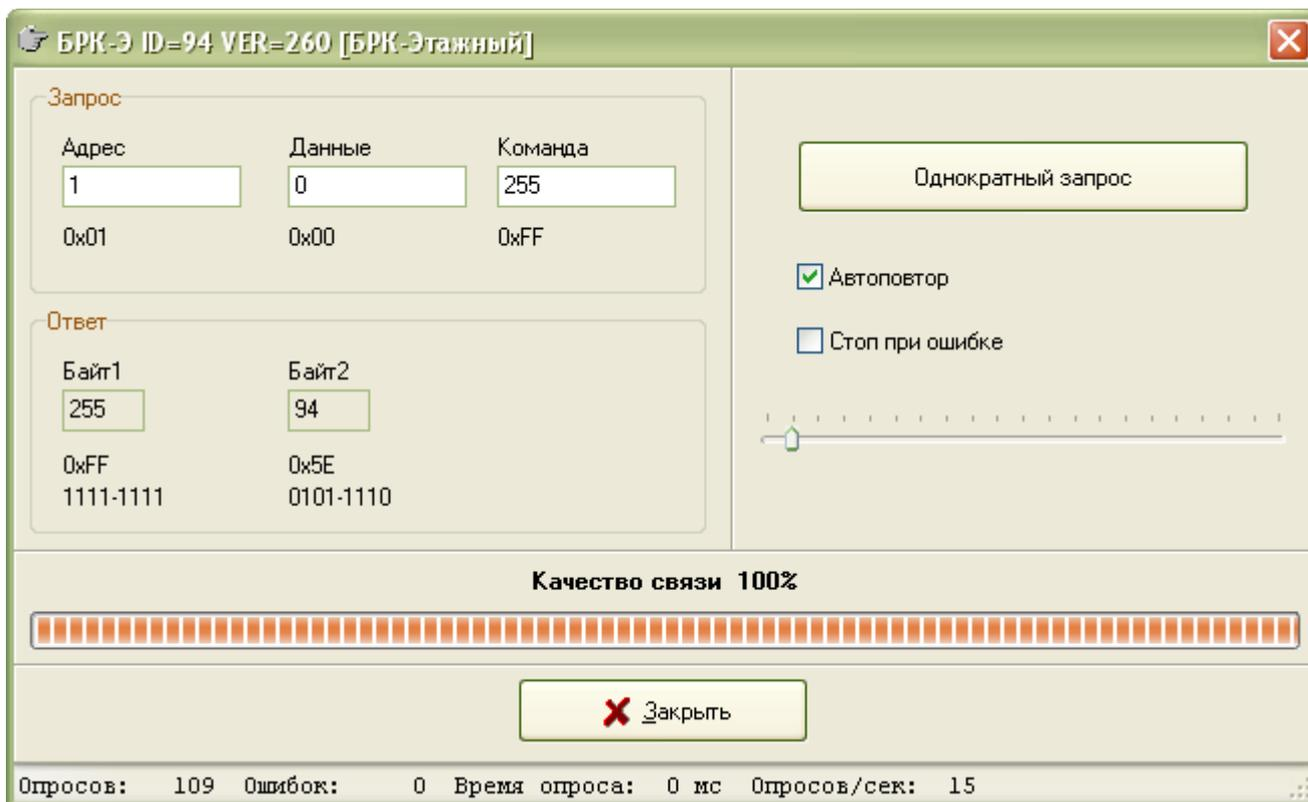

Рисунок 8 - Проверка качества связи
2) Выбрать в таблице требуемый БПК-Э и проверить качество связи с ним, выполнив команду «Ручной», команда 255, режим «Автоповтор» (рисунок 8). Качество связи должно быть 100%, количество ошибок в строке «Ошибок» должно быть 0 при количестве запросов «Обменов» не менее 1000. При необходимости подобрать порог ИПЛ для достижения качества связи 100%.